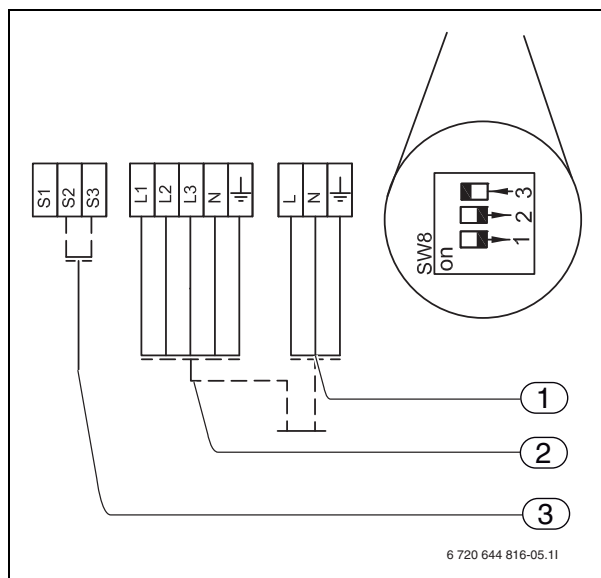

Fig. 25 Repères de connexion pompe à chaleur
- ▶ Raccordez les câbles selon la Figure 25, parfaire le serrage de toutes les fixations de câbles.
AVERTISSEMENT : SW8 doit être réglé comme suit : 3 = on, 2 = off, 1 = off (→ Figure 25)